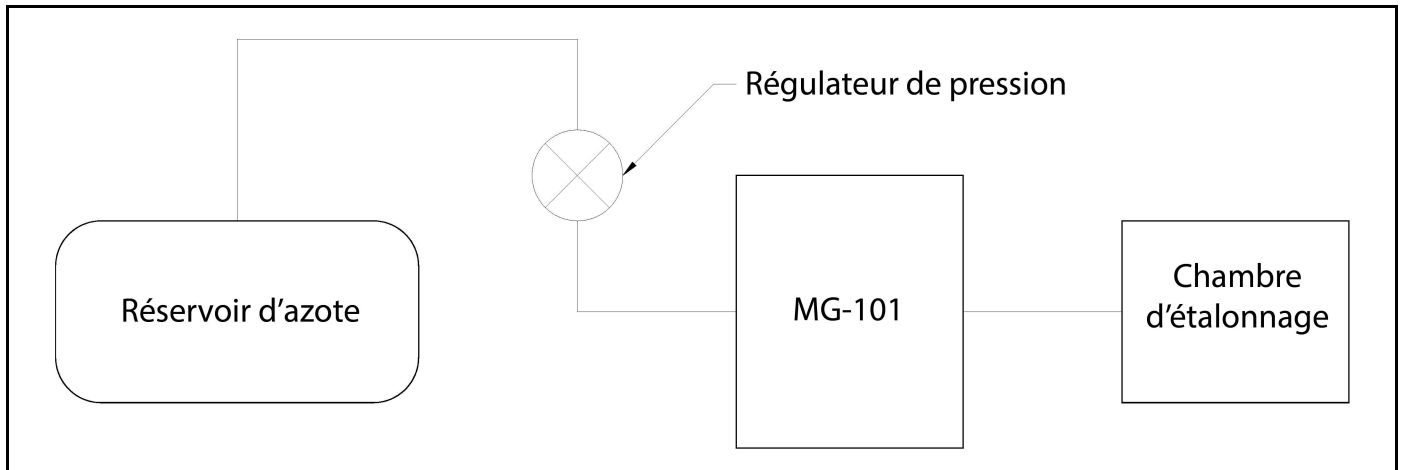

Figure 4: Réglage de test type d'un MG-101
7. Raccordez l'alimentation en azote au raccord d'admission du MG-101 via le régulateur de pression en acier inoxydable, en utilisant un tube en acier inoxydable de diamètre extérieur 1/4" (voir *Figure 4* ci-dessous).